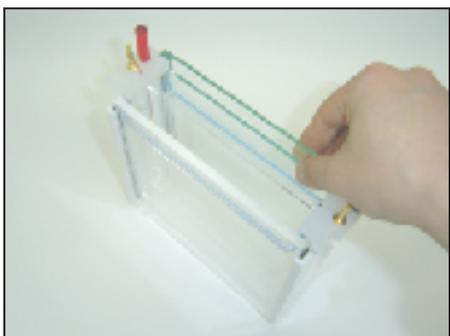

図 2
3. アッパーバッファーチャンバーの上からカセットホルダーの間に**Perfect NT Gel W**カセットの切り込みのある面が内側になるようにセットします。（図2）可動式カセットホルダ